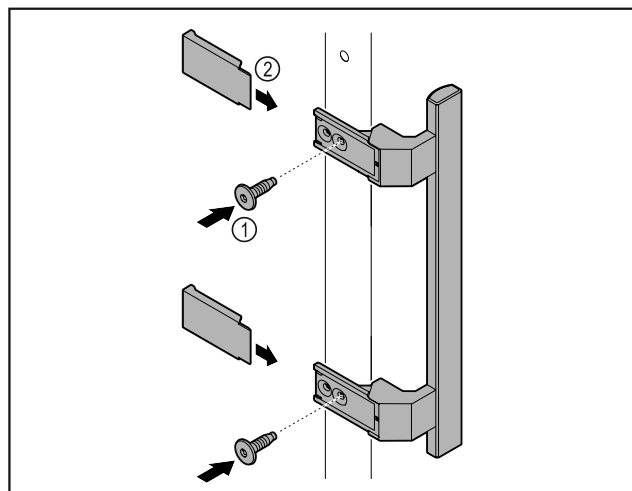

Fig. 5
- ▶ Upevnite držadlo z príslušenstva na dvere pomocou priložených skrutiek Fig. 5 (1).
- ▶ Nasadte kryt Fig. 5 (2).